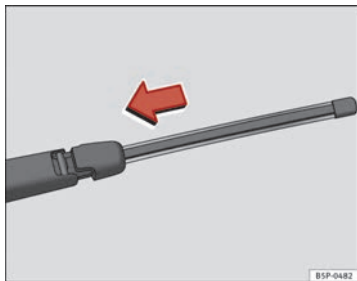

Abb. 132 Heckwischerblatt einsetzen
- Halten Sie das Wischerblatt wie in ⇒ Abb. 132 angezeigt fest und schieben Sie den Adapter so lange, bis er einrastet.